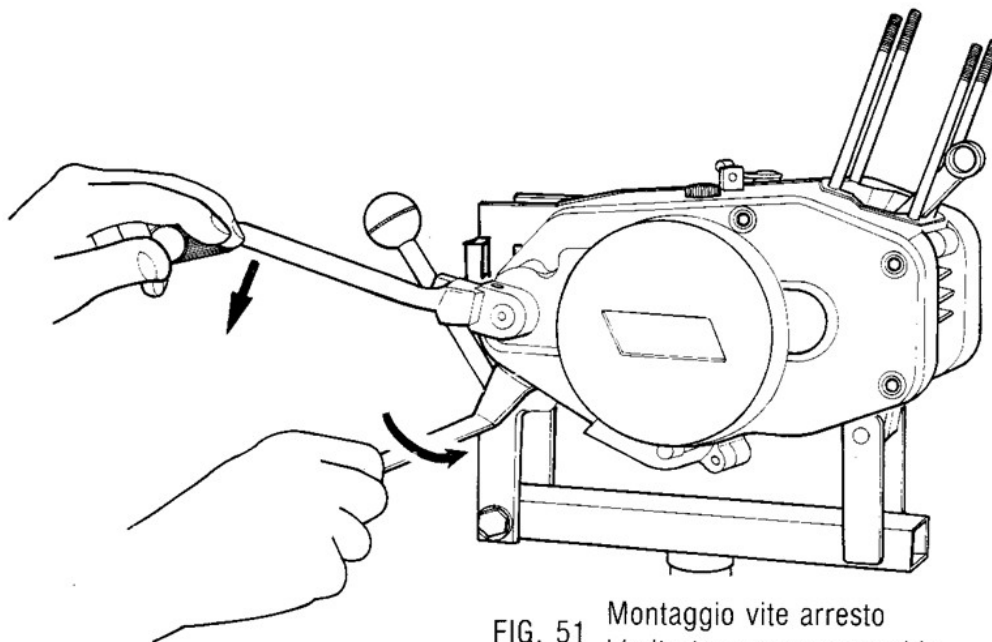

FIG. 51 Montaggio vite arresto
- 19) **MONTARE** una nuova guarnizione coperchio, quindi il coperchio frizione e fissarlo con le viti di unione bloccandole con $1 + 1,2$ kgm. Quindi innestando la leva messa in moto sul suo albero, ruotarla in senso antiorario di circa 180° e montare la vite d'arresto bloccandola con $2,9 + 3$ kgm (fig. 51).